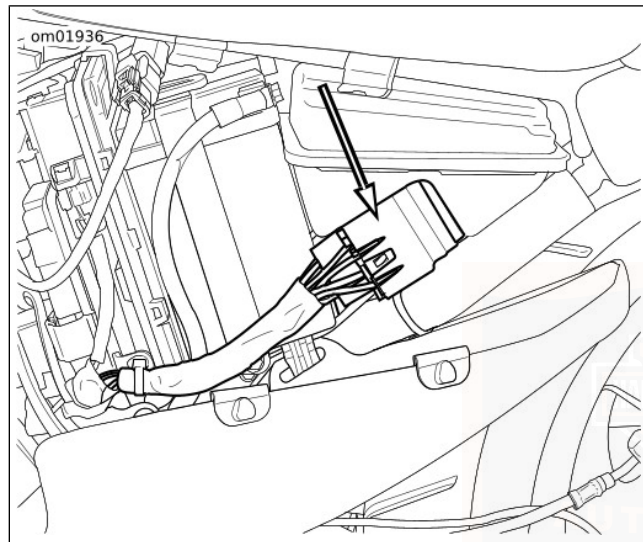

Figura 76. Pannello fusibili
3. Vedere Figura 76. Staccare il pannello fusibili dal serbatoio dell'olio.